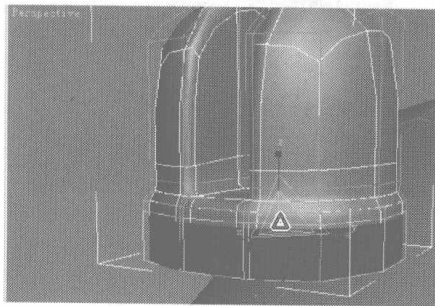
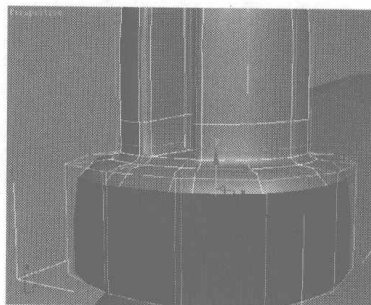
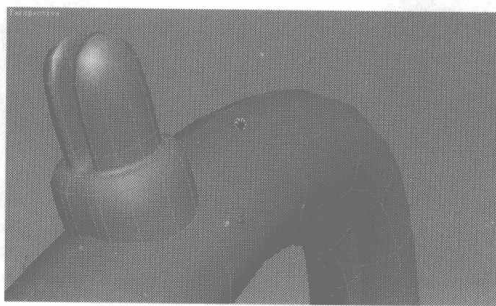

图 2.264
图 2.265
图 2.266
- 30** 选择如图 2.264 所示的面, 利用缩放工具调整到如图 2.265 所示的位置。至此, 支架制作完毕, 最终结果如图 2.266 所示。